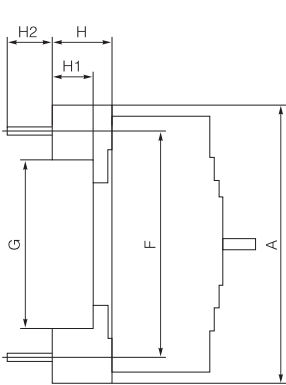

图17
• CFM8E-125、250、400、630、800插入式板后接线安装孔位尺寸及安装板开孔尺寸见图17、18、19